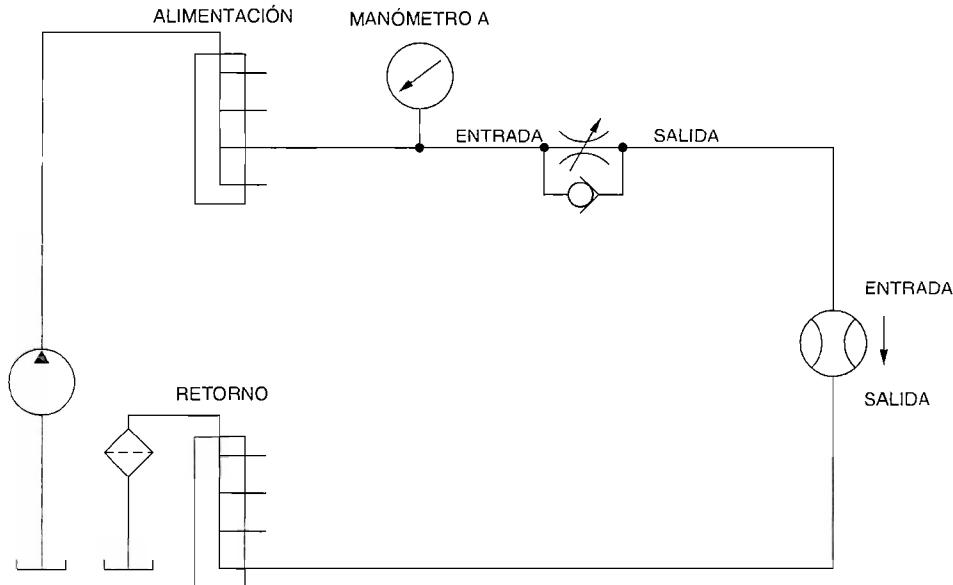

Figura 5-5. Medición de la eficiencia volumétrica contra la presión de la bomba.
- 1. Conecte el circuito mostrado en la Figura 5-5.